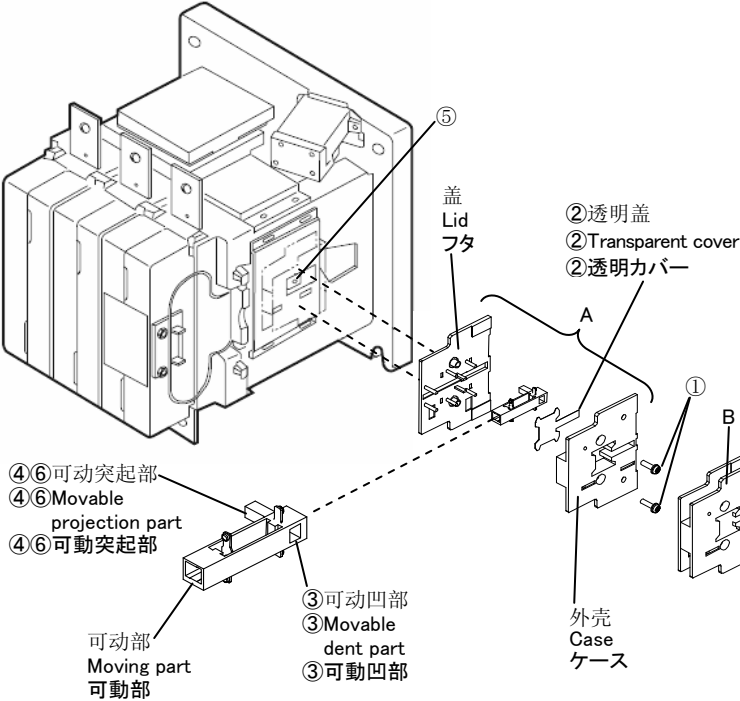

图 1 Fig. 1 図 1
3. 安装(图 1) Mounting(Fig. 1) 取付(図 1)
- ・请拧松螺钉①，卸下安装在交流接触器侧面的辅助触头单元 A。把螺钉①从辅助触头单元 A 上取下。
- ・请把辅助触头单元 A 的外壳侧面向地面侧，在此状态卸下盖和可动部，从外壳内取出透明盖②，再装上可动部和盖。
- ・请把追加辅助触头单元 B 的可动突起部④插入辅助触头单元 A 的可动部的凹部③，再把两块辅助触头单元重合起来。
- ・请把辅助触头单元 A 的可动突起部⑥插入交流接触器的可动部的孔⑤中，用辅助触头单元 B 的附属螺钉⑦进行安装。
- ・Loosen the screw ①, and remove the auxiliary contact unit A preinstalled on the side of the contactor. Remove the screw ① from the auxiliary contact unit A.
- ・Turn the case side of the auxiliary contact unit A to the ground side, remove the lid and the moving part, take out a transparent cover ② out of the case, and install the moving part and the lid again.
- ・Insert the movable projection part ④ of the auxiliary contact unit B in the movable dent part ③ of the auxiliary contact unit A, and pile the auxiliary contact unit B on the auxiliary contact unit A.
- ・Insert the movable projection part ⑥ of the auxiliary contact unit A into the square hole ⑤ of the moving part ⑤ of the contactor, and mount them using the attached screw ⑦ of the auxiliary contact unit B.
- ・ねじ①をゆるめて、電磁接触器の側面に取付けされている補助接点ユニット A を取外して下さい。ねじ①を補助接点ユニット A から取り除いてください。
- ・補助接点ユニット A のケース側を地面側にした状態で、フタと可動部を取外し、ケース内より透明カバー②を取り出し、再び可動部とフタを取付けてください。